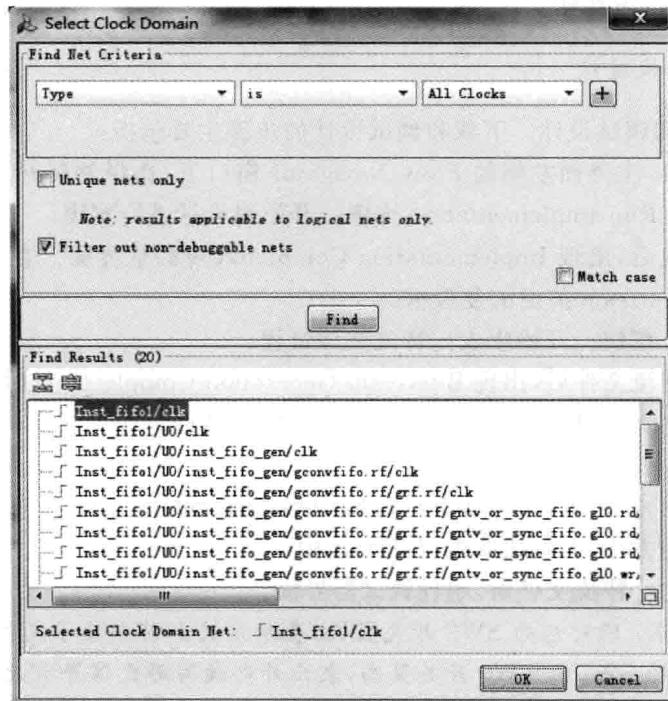

图 3.13 选择时钟域对话框界面
(6) 如图 3.13 所示, 出现 Select Clock Domain 对话框界面。在列表中, 选择 Inst\_fifo/clk。